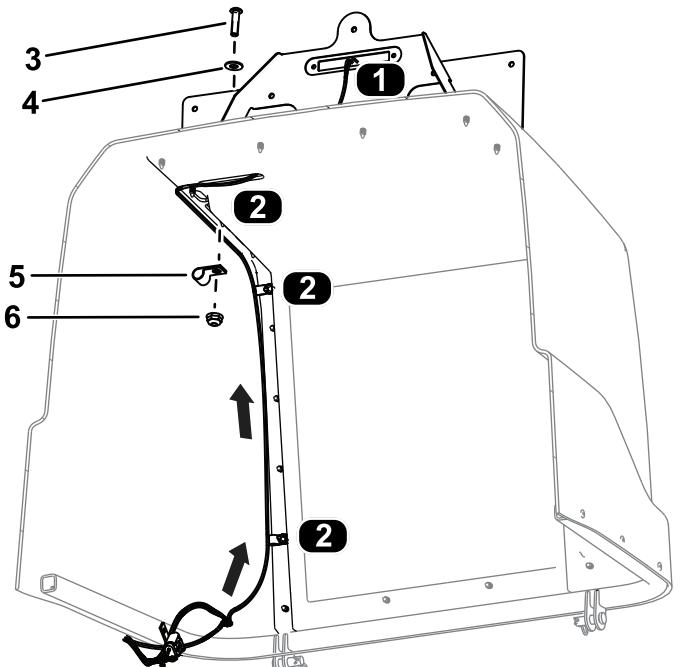

Figura 38
9. Encaminhe o conector da cablagem rotulada LICENSE LIGHT (J01, J02) através do capot e ligue-o à luz da matrícula (Figura 38).
10. Prenda a cablagem ao capot utilizando três parafusos de cabeça sextavada ($\frac{1}{4}$ x 1 pol.), 3 anilhas chatas, 3 abraçadeiras e 3 porcas flangeadas ($\frac{1}{4}$ pol.) como se mostra na Figura 38.